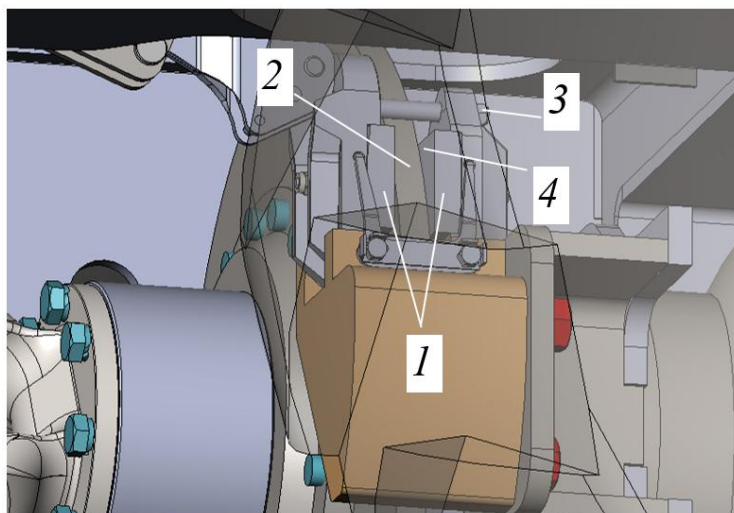

Рисунок 5.69. Контроль износа стояночного тормоза
- ▶ Проверить тормозной диск и тормозные колодки на предмет повреждений и износа, см. рис. 5.69. **В случае обнаружения, заменить поврежденные элементы.**
- ▶ Осмотреть тормозной диск 2 и тормозные колодки 1 на предмет повреждений и износа, см. рис. 5.69.